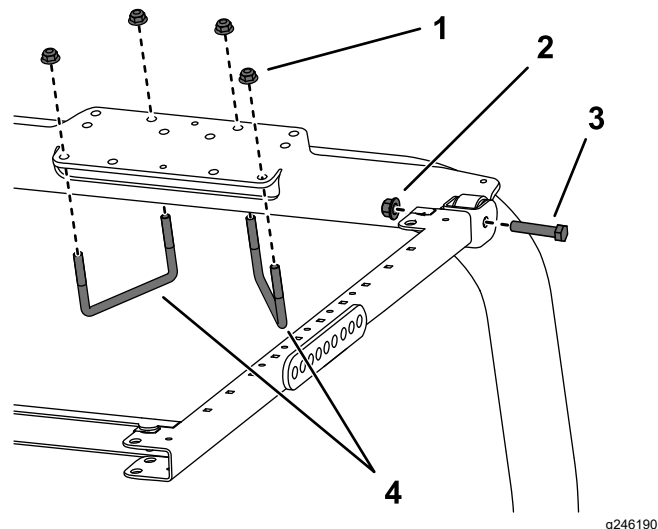

Figure 28
7. Placez le support du système ROPS au sommet de l'arceau de sécurité du groupe de déplacement (Figure 28). Centrez bien l'arceau de sécurité dans le support du système ROPS.
8. Utilisez les trous indiqués à la Figure 28 pour fixer le support du système ROPS au sommet de l'arceau de sécurité à l'aide de 2 étriers filetés (4 7/8" x 4") et de 4 écrous à embase.